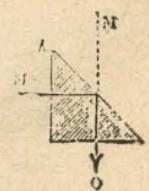

Fig. 126.—Prisma de reflexión total: *M*, rayo incidente; *O*, rayo reflejado.
**4. Reflexión total.**—Cuando un haz luminoso encuentra muy oblicuamente la superficie de un medio menos refringente que aquel en que se propaga, puede suceder que no penetre en el segundo medio, y se refleje enteramente en el primero. Esta propiedad se utiliza en los prismas de *reflexión total*, para invertir la dirección de un haz luminoso (fig. 126).